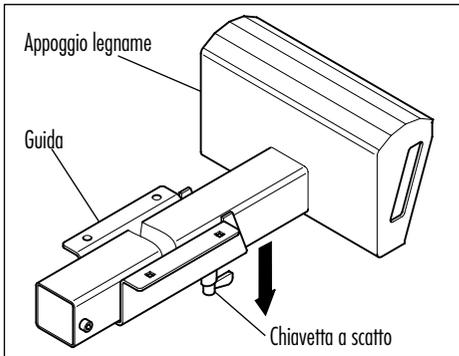

Figura 9 - Chiavetta a scatto
- Registrare le lame utilizzando un apposito calibro in modo tale che esse sporgano in modo uniforme rispetto alla mola scortecciatrice (vedere Figura 9 - Registrazione delle lame).
A tale scopo si devono smontare le lame (vedere Figura 9 - Registrazione delle lame).